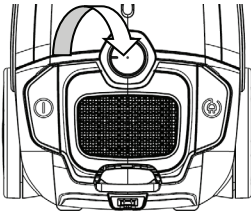

Fig. 5
Per regolare la potenza di aspirazione dell'aspirapolvere, ruotare la manopola di controllo della potenza di aspirazione (13) (Fig 5).